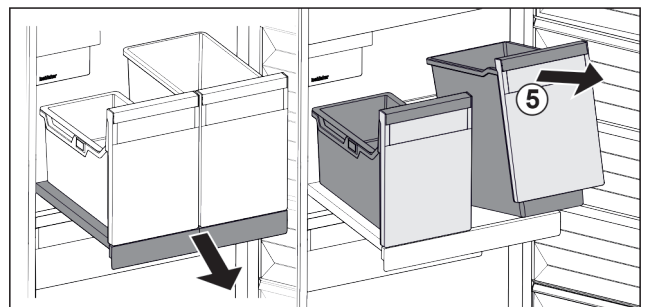

Fig. 100
- ▶ Sollevare il contenitore Fig. 100 (5) dal lato anteriore.